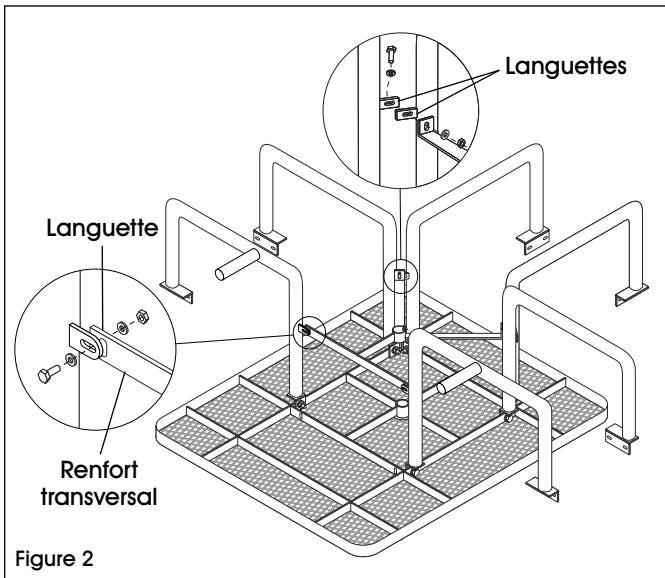

Figure 2
2. Insérez le renfort transversal de sorte que la pièce droite s'aligne sur les languettes des pieds de support puis utilisez un boulon, deux rondelles et un écrou à chaque point pour installer le renfort sans le serrer. (Voir Figure 2)